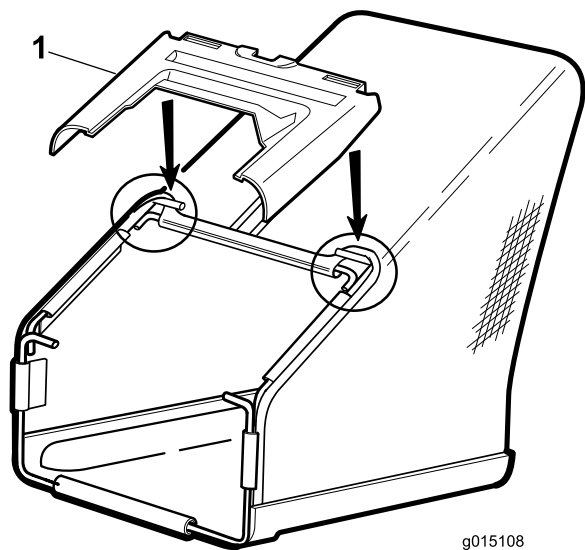

**Figura 4**
2. A partire dalla stegola, agganciate i sei fermagli in plastica sul cesto di raccolta al telaio a trama metallica (Figura 4).